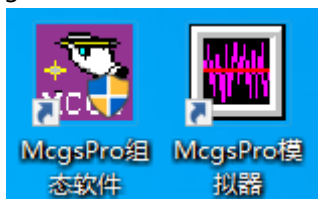

图 2.2-4 McgsPro 快捷方式
- ⑦ 完成安装步骤 5，再次单击【下一步】，McgsPro 软件启动安装。安装完成后，自动在桌面生成图 2.2-4 所示的快捷方式：“McgsPro 组态软件”、“McgsPro 模拟器”。